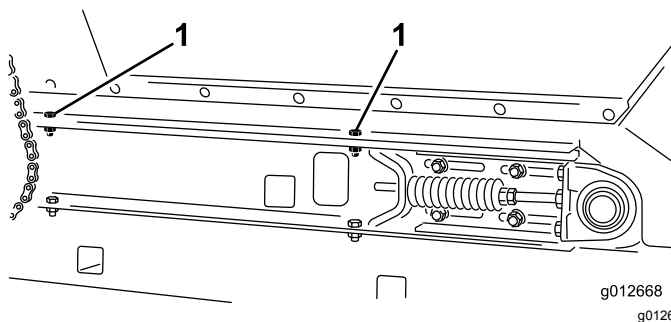

Bild 26
2. Entfernen Sie an jeder Seite der Maschine zwei Bundkopfschrauben, zwei Unterlegscheiben und zwei Sicherungsmuttern, die den Füllkasten an den Gleitrahmenschienen befestigen (Bild 26).